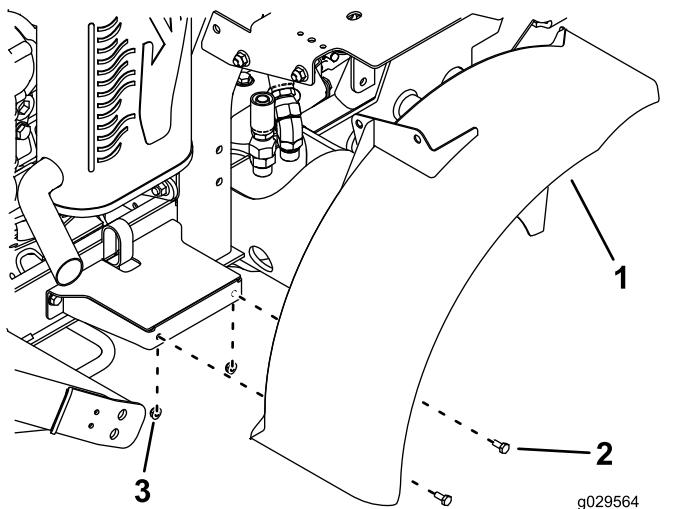

図 22
14. 右フェンダの側部をフェンダのマウントに仮止めするボルト $\frac{1}{4} \times \frac{5}{8}$ " 2本とナット $\frac{1}{4}"$ 2個を使用する図 22。
15. フェンダ上部にブラケットを仮止めするボルト $3/8 \times 3/4$ インチ 2本とナット $3/8$ インチ2個を使用する図 22。